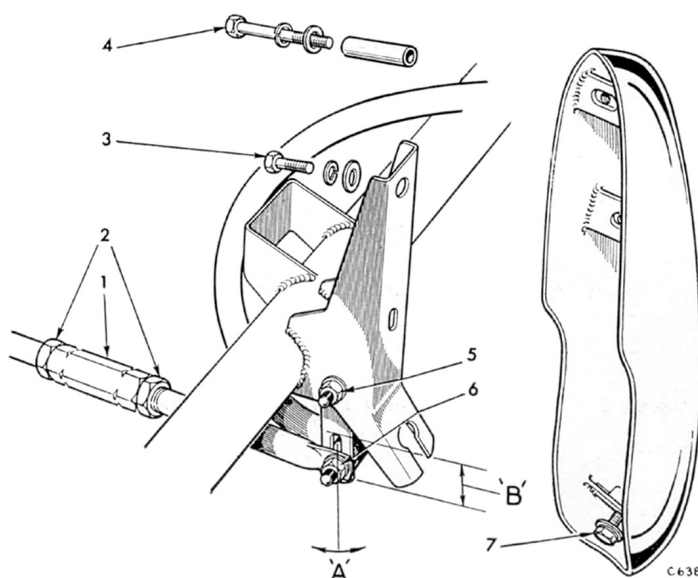
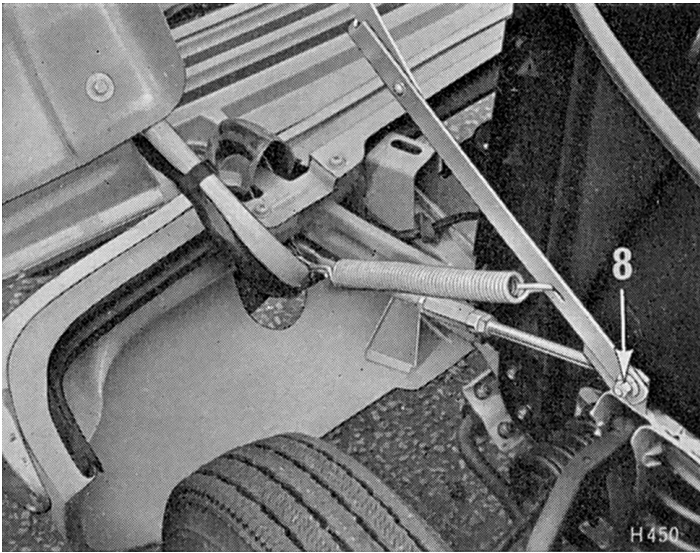
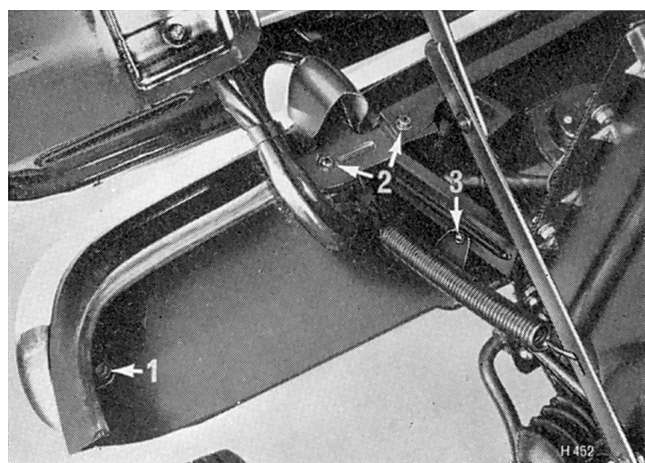

Fig. 10. Points de réglage du capot avant (Herald 1200 et 12/50)
Fig. 12. Fixation de béquille de capot
Fig. 19. Fixation de jupe avant
## 1200 et 12/50 uniquement (Fig. 10)
Retirer les butoirs en démontant les pièces (3), (4) et (7). Noter l'entretoise montée uniquement sur les modèles 1200. Retirer le boulon (8) (Fig. 12) et soutenir le capot pendant le démontage des boulons de la tubulure d'articulation (5) et (6).
Retirer les deux butoirs en démontant les pièces (4) et (7), retirer le boulon (8) (Fig. 12) et soutenir le capot pendant le démontage des boulons de la tubulure d'articulation.
S'il est nécessaire d'effectuer un léger réglage pour obtenir un espace uniforme de 5 mm entre le capot et le tablier, desserrer les contre-écrous (2) et tourner l'écrou tubulaire (1) (Figs. 10 et 11) d'un côté ou de l'autre selon le cas.
### Réglage vertical (Figs. 10 et 11)
En se référant à la Fig. 10, ouvrir le capot et démonter les butoirs de pare-chocs en retirant les boulons (3) et (4) et en desserrant les boulons inférieurs (7). Retirer les butoirs de leurs supports. Retirer quatre vis cruciformes (2), Fig. 19, et quatre vis à tête hexagonales (1) et (3).
En se référant à la Fig. 12, lever le capot et démonter les butoirs de pare-chocs en retirant les boulons (7) et en desserrant les boulons supérieurs (4). Retirer les butoirs de leurs supports. Retirer quatre vis cruciformes (2), Fig. 19, et quatre vis à tête hexagonale (1) et (3), puis dégager la calandre.
Lever le capot et, en se référant à la Fig. 10 (page 5.205), retirer les boulons (3) et (4) et desserrer les boulons inférieurs (7). Retirer le butoir.